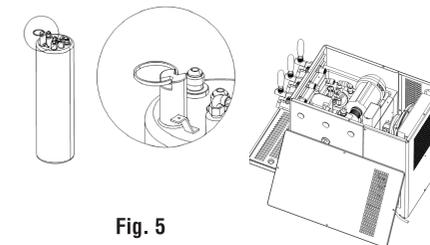

Fig. 5
9. In caso di scarsa gasatura, dovuta alla presenza di eccessiva aria accumulata, sfiatare brevemente il carbonatore tirando l'anello posto sulla valvola di sfiato in cima allo stesso (FIG. 5), aprendo il pannello frontale nel modello Crystal e quello superiore nei modelli River e Ocean togliendo le 4 viti superiori.